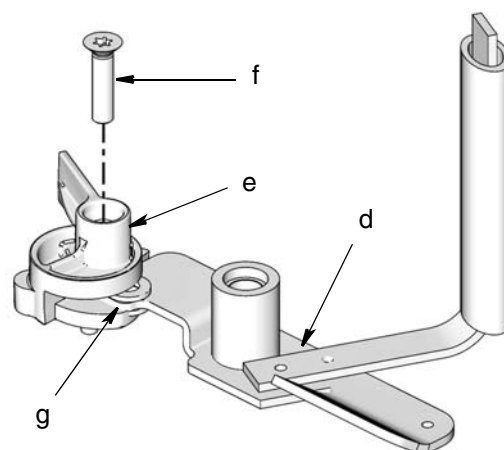

FIG. 6
- a. Retire el perno (f) y las arandelas (g) que sujetan la paleta de bajo nivel (e) con la paleta agitadora (d) y separe completamente estas piezas de la paleta agitadora. Conserve el perno y las arandelas para el remontaje (FIG. 6).